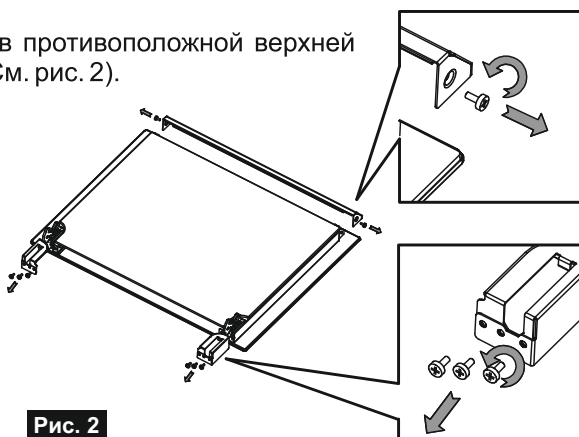

Рис. 2
1. Снимите верхнюю часть (заслонку), открутив болты с обеих сторон. (См. рис. 2).
2. Открутите другие 6 болтов в противоположной верхней части с обеих сторон дверцы. (См. рис. 2).